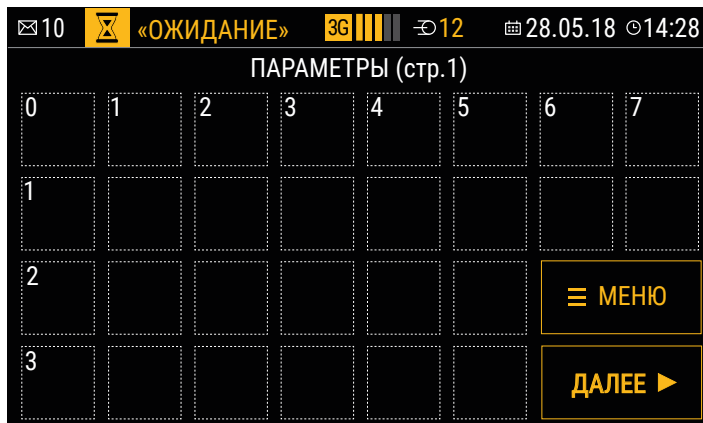

Рис.39. Координатная сетка страницы.
Страница приборной панели представляет собой координатную сетку размером 6x4 (Рис.38): 6 ячеек по горизонтали (X) – от 0 до 5, 4 ячейки по вертикали (Y) – от 0 до 3. Положение индикатора на странице задается при помощи координаты верхнего левого угла (Рис.39). Размеры индикаторов – ширина и высота, кратны ячейкам, например 1*1, 2*1 и т.д. в формате Ширина*Высота.